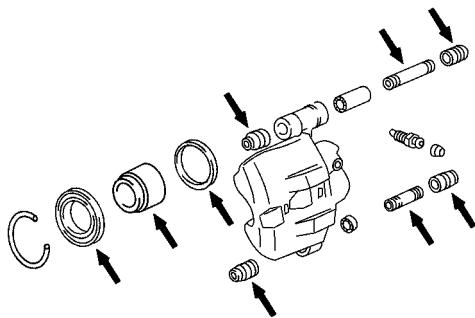

图 15-85 在箭头所指的零件上均涂敷锂皂基乙二醇润滑脂
(1) 在各零件上涂敷锂皂基乙二醇润滑脂。在图 15-85 上箭头所指的零件上均涂敷锂皂基乙二醇润滑脂。